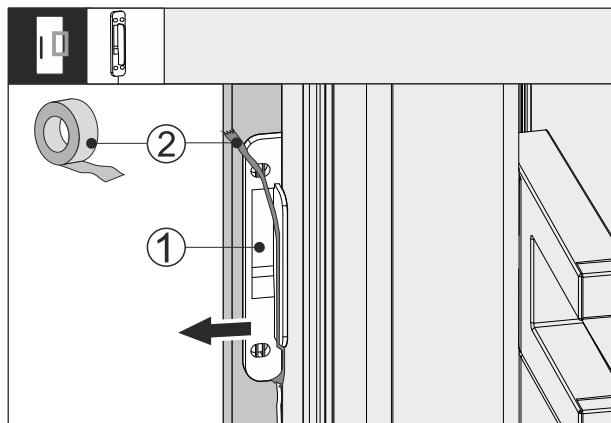

Fig. 64
- ▶ Válassza le a ragasztószalagot Fig. 64 (2) a koppintásérzékelőről Fig. 64 (1).